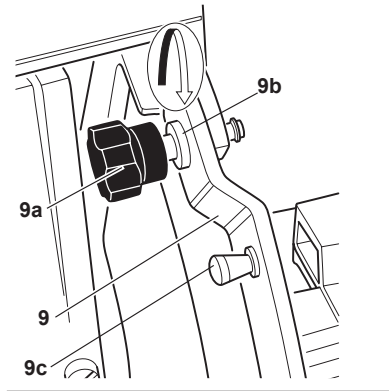

Figure 12-2
10. Fermez le protège-lame (9). Desserrez, mais ne retirez pas les boutons du haut et du bas (9a) sur le protège-lame (9) (Figure 12-2).
12. Serrez les boutons du haut et du bas (9a) sur le protège-lame (9)